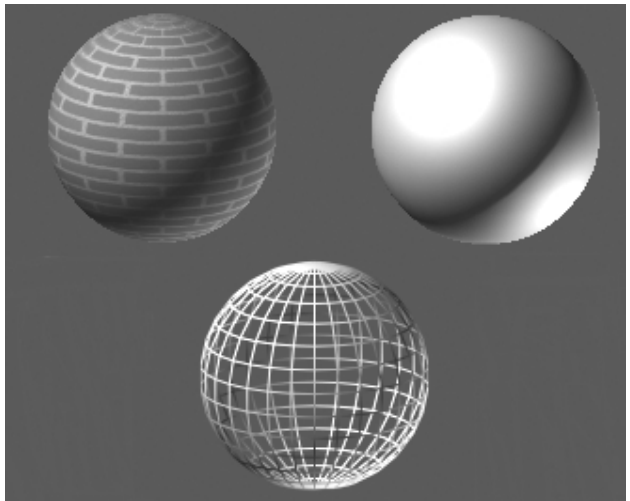

Fig.9.1
- ▶ Le matériau **Standard** est le matériau par défaut. Il s'agit d'un modèle de surface polyvalente offrant un grand nombre d'options. Il peut être coloré, avoir des propriétés de transparence et de brillance, comporter des textures, etc (fig.9.1).